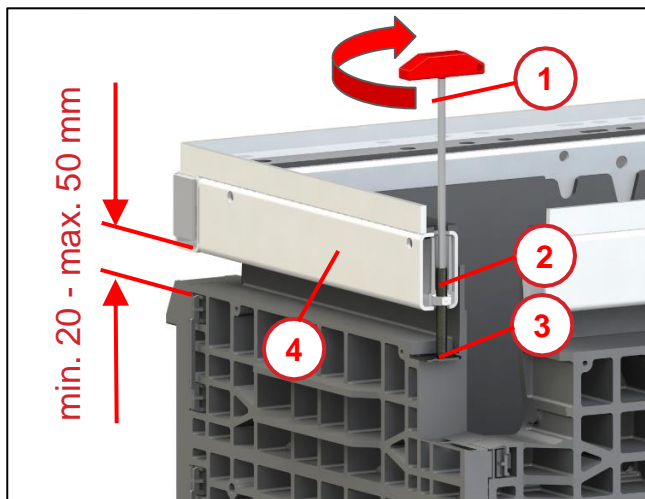

Abb. 37
Die Gewindestifte (2) der zuvor eingestellten Höhenverstellung durch den noch weichen Trockenmörtel (3) drücken bis sie wieder auf der Blechunterlage aufstehen (siehe Abb. 37 Fehler! Verweisquelle konnte nicht gefunden werden. - Pos. 3).